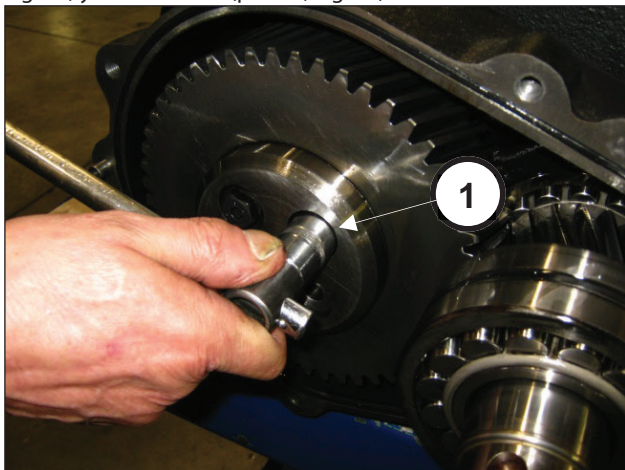
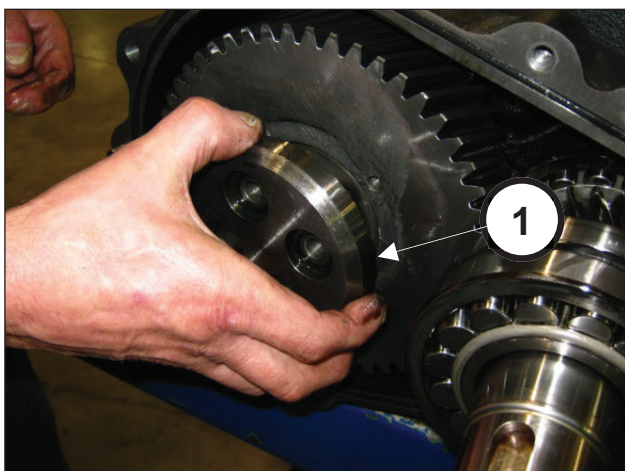

Fig. 10
Fig. 11
Al terminar la operación, quitar la tapa del reductor. Aflojar los tornillos que fijan el tope de la corona (pos. ①, Fig. 10) y desmontarlo (pos. ①, Fig. 11).